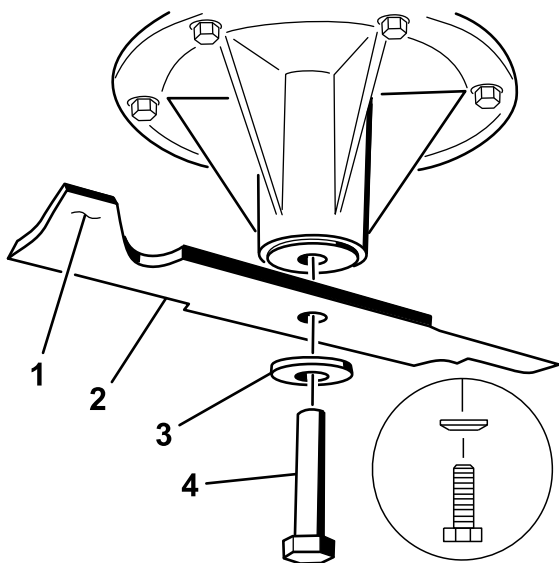

Figura 100
2. Retire del eje el perno de la cuchilla, la arandela curva y la cuchilla (Figura 100).
- Si la cuchilla no está equilibrada, rebaje algo el metal en la parte de la vela solamente con una lima (Figura 100).